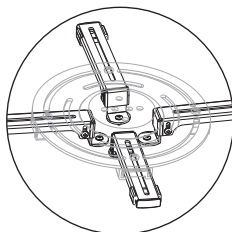

图18
- 3、如果所需安装的投影机的安装孔的距离小于120mm,把安装臂(4-3)反向安装在投影机上,通过调整滑动安装扣(4-5)的位置将安装臂(4-3)连接安装底盘(4-6)如图18。